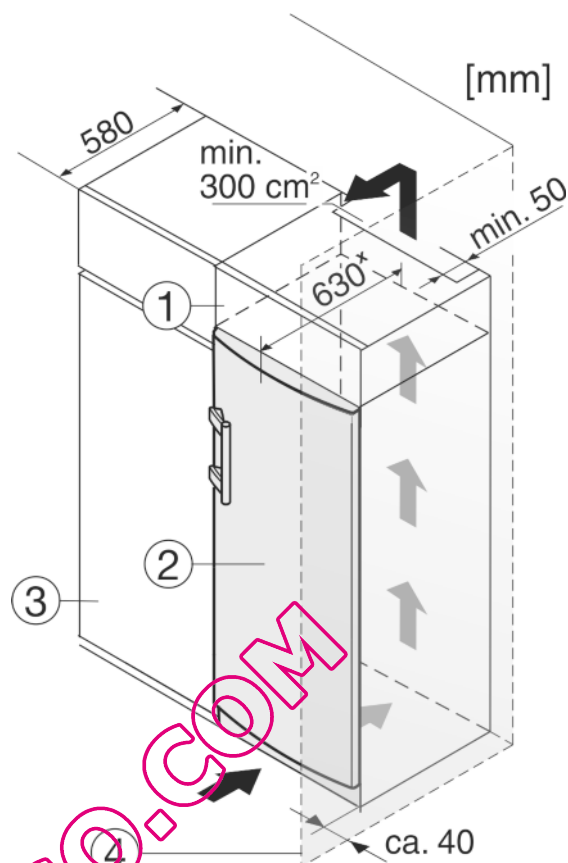

Fig. 7
- (1) Élément haut
- (2) Appareil
- (3) Placard de cuisine
- (4) Mur
L'appareil peut être entouré de meubles de cuisine. Pour adapter l'appareil Fig. 7 (2) à la hauteur des placards de la cuisine intégrée, on peut placer un élément haut Fig. 7 (1) au-dessus de l'appareil.
Lors de la transformation avec des placards de cuisine (profondeur max. 580 mm), l'appareil peut être placé directement à côté du placard de cuisine Fig. 7 (3). L'appareil dépasse latéralement de 34 mm* et de 50 mm* au centre de l'appareil par rapport à la face avant du placard de cuisine.
Si l'appareil est installé avec les charnières à côté d'un mur Fig. 7 (4), la distance entre l'appareil et le mur doit être de 40 mm min. Ceci correspond à la saillie de la poignée lorsque la porte est ouverte.